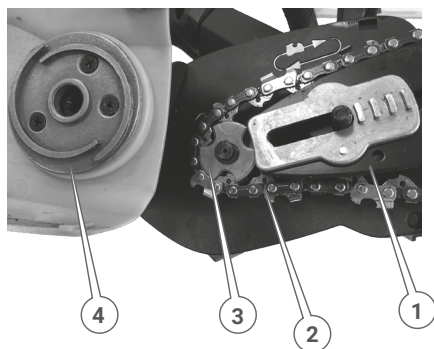

Рисунок 3. Схема встановлення різального блоку: напрямної «шини» та ланцюга.
5.1.2 Встановити напрямну та різальний ланцюг (рис. 3).
- розташувати виріб на рівній поверхні захисною кришкою (4, рис. 3) догори;